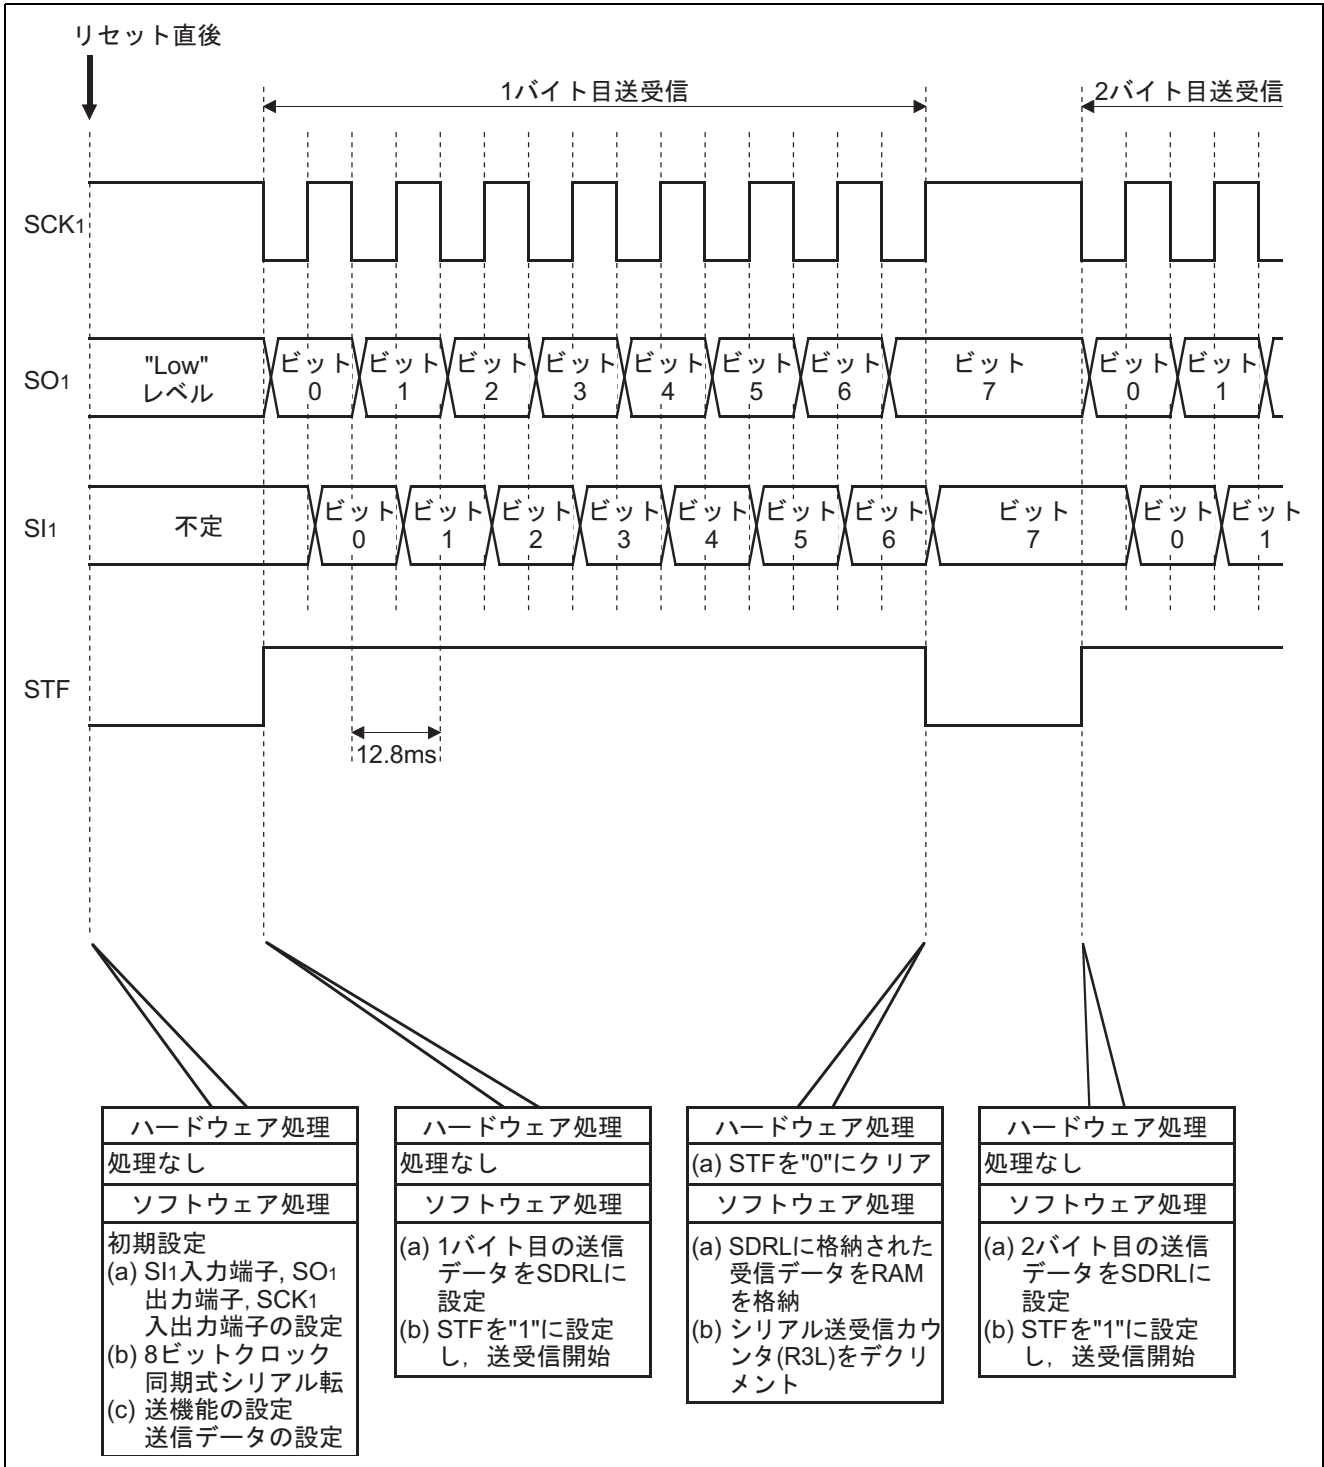

図3 クロック同期式シリアル同時送受信の動作原理
(1) 図3に動作原理を示します。図3に示すようなハードウェア処理, およびソフトウェア処理によりクロック同期式シリアルデータ同時送受信動作を行ないます。